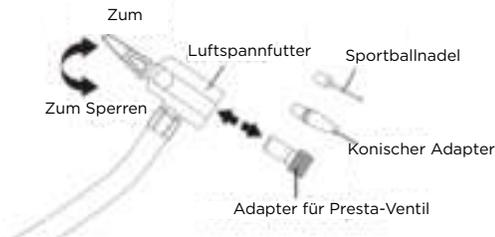

Abb. 6
Aufblasen mit dem Luftschlauch und den Adaptern (Abb.6)
1. Stecken Sie den Adapter in das Luftspannfutter und drücken Sie die Luftklammer nach unten, bis sie einrastet (Abb. 6).
2. Zum Entfernen heben Sie die Klemme des Luftspannfutters an und nehmen den Adapter vom Luftspannfutter ab (Abb. 6).